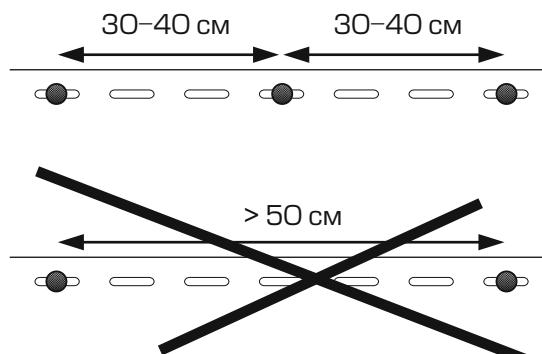

рис. 6
- На обрешеченную поверхность устанавливается начальная планка по заранее отчерченной меловой линии. Её крепление производится гвоздями или шурупами через каждые 30 см. (рис. 6).